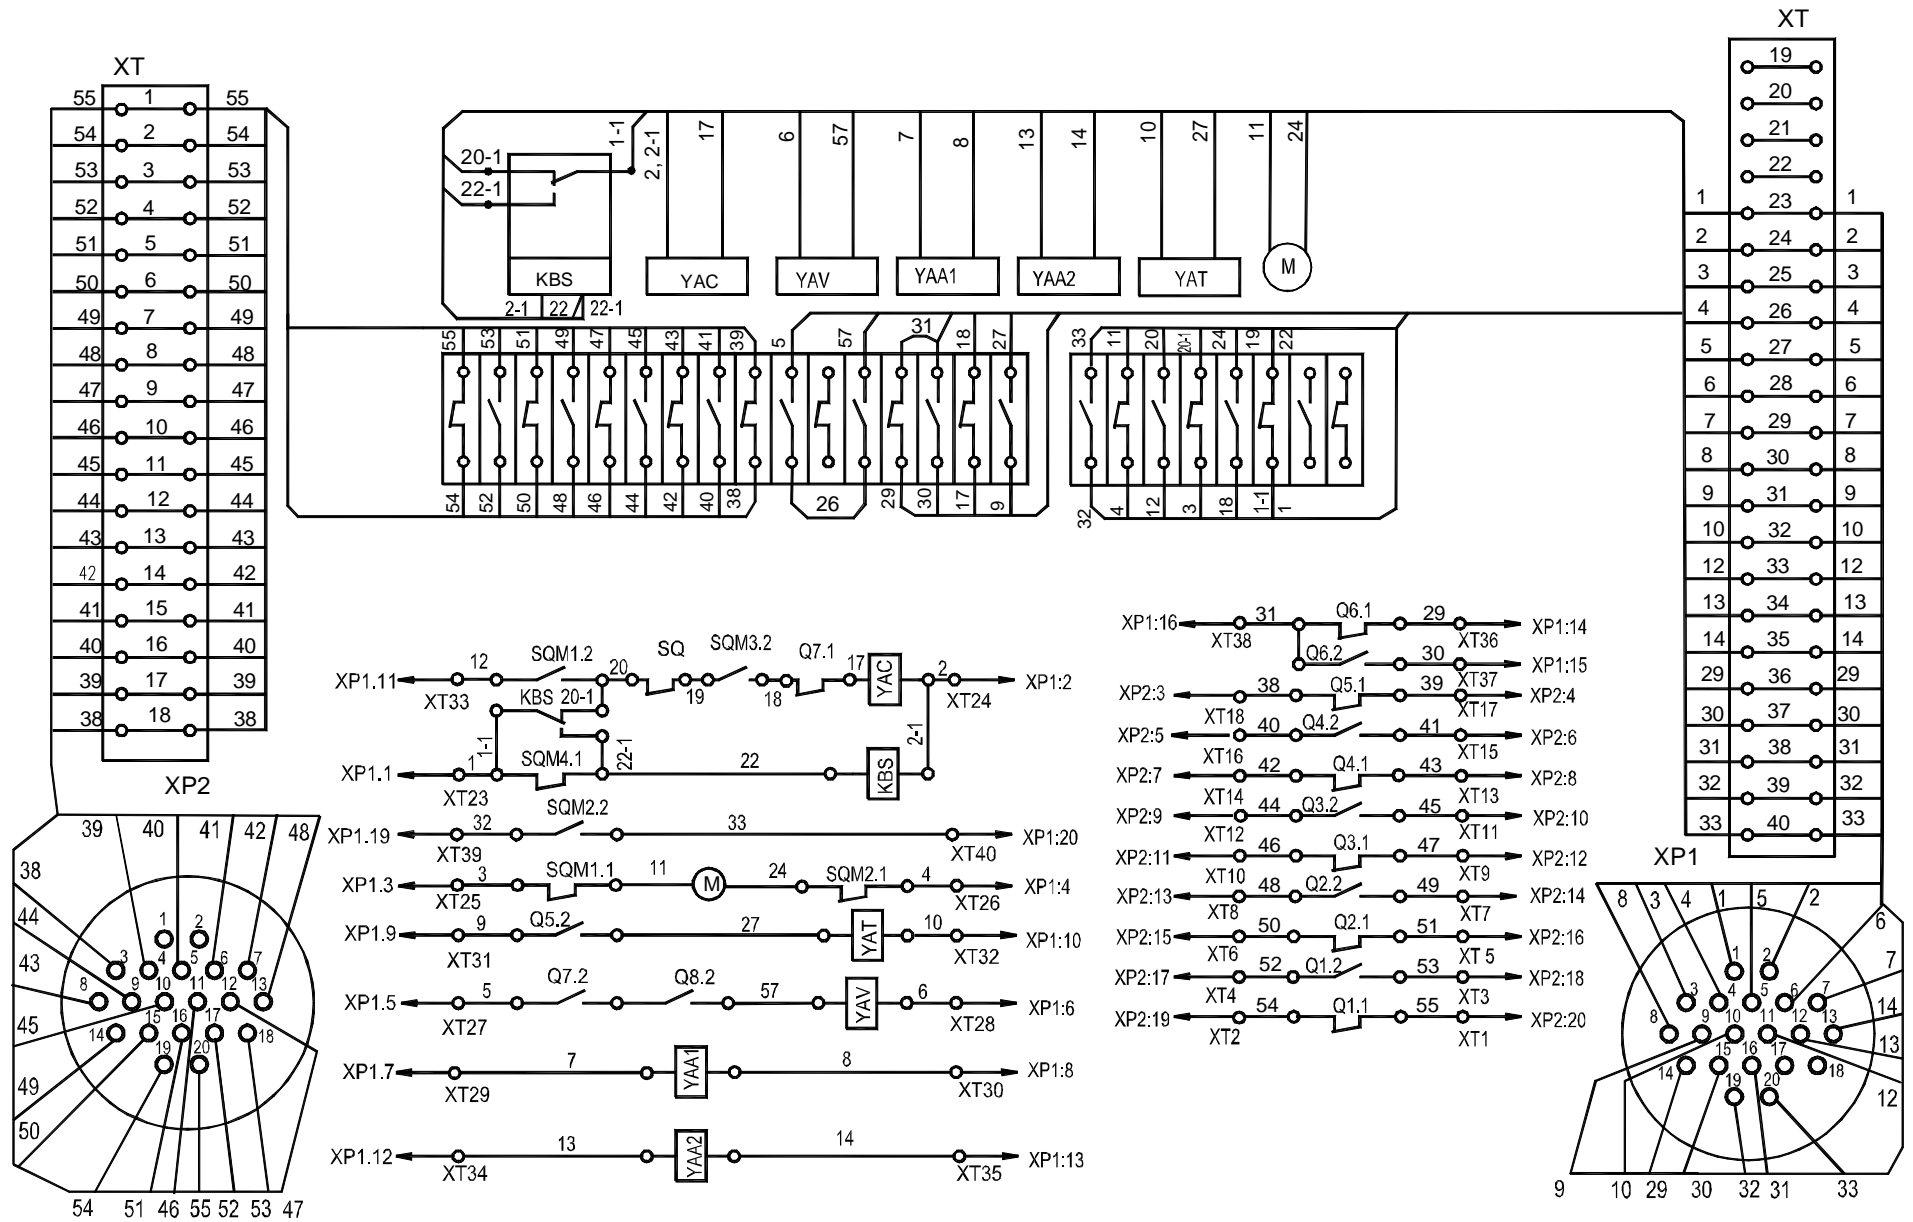

Рис.6
1.4. Схема электрическая принципиальная выключателей приведена на рис. 6.